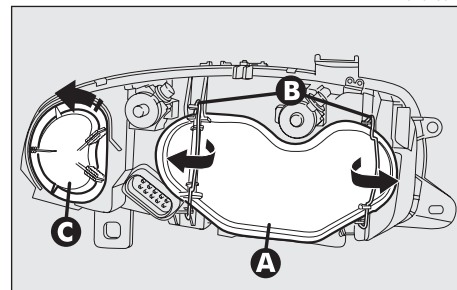

fig. 25b
- (A) Luci fendinebbia.
- (B) Luci anabbaglianti.
- (C) Luci posizione.
- (D) Luci abbaglianti.
Per sostituire le lampade delle luci di posizione, anabbaglianti ed abbaglianti è necessario rimuovere il coperchio (A-fig. 25b) sganciando i relativi dispositivi di ritenuta (B).